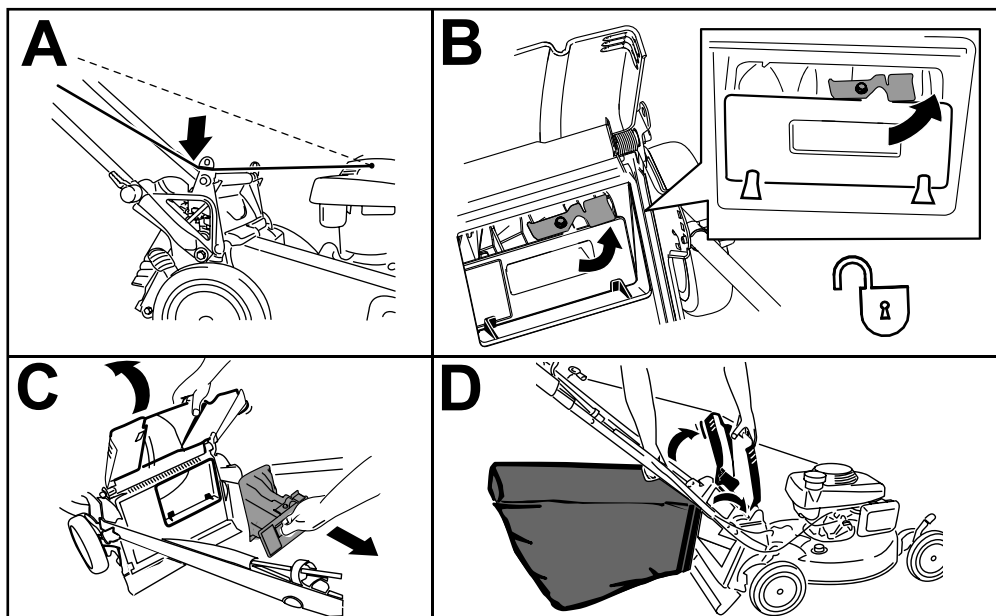

Bild 17
1. Verlegen Sie das Starterkabel um die untere Kabelführung (A in Bild 17).
2. Heben Sie das hintere Ablenkblech an und entriegeln Sie die Heckauswurfklappe (B in Bild 17).
3. Ziehen Sie die Heckauswurfklappe heraus (C in Bild 17).
4. Hängen Sie die obere, vordere Kante des Fangkorbs an den Kerben der Fangkorbstifte an den Holmhalterungen ein (D in Bild 17).